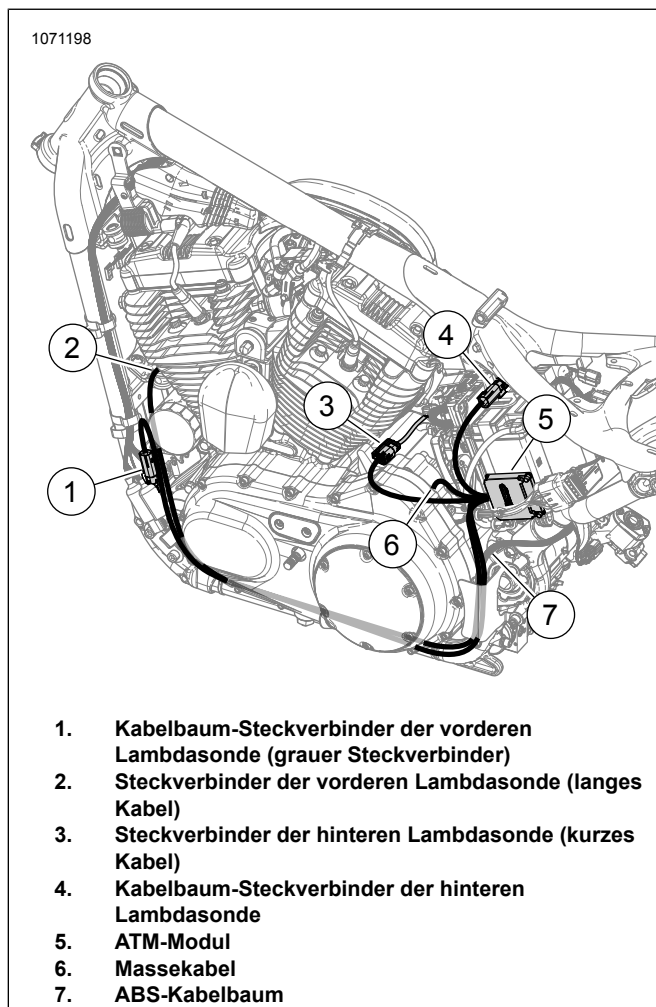

Abbildung 50. Kabelbaumverlegung für ATM (Platzhalter)
12. Siehe Abbildung 50. Das ATM-Modul (5) einbauen.
Siehe Abbildung 50. Das ATM-Massekabel (6) zum **sauberen** Massebolzen führen und anschließen. Auf folgendes Drehmoment anziehen: